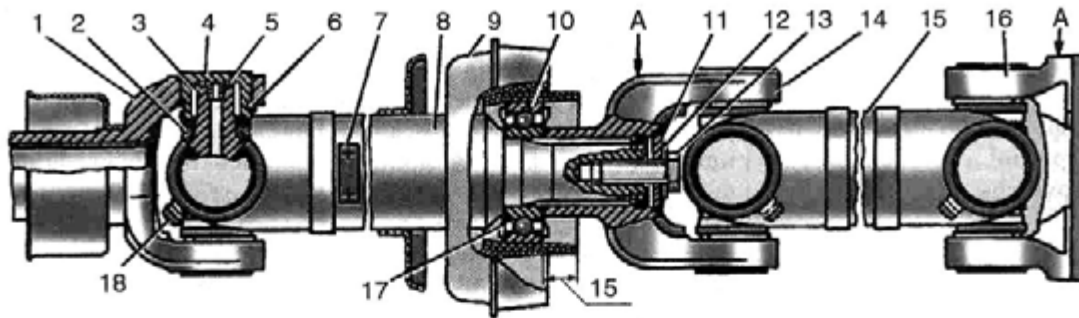

Рис. 5.25. Карданная передача с промежуточной опорой:
Карданная передача (рис. 5.25) состоит из промежуточного
чины рамы. После этого надо сдвинуть карданную передачу вперед, отсоединить ее от фланца моста. Для облегчения этой операции при необходимости можно ударить молотком через медную прокладку по фланцу заднего шарнира в месте, обозначенном буквой А (см. рис. 5.25). Затем передний скользящий конец передачи вынимают из удлинителя коробки и ставят краской метку на торце ведомого вала коробки передач. Сняв карданную передачу, следует сразу же защитить хвостовик скользящей вилки от загрязнения (например обвязать чистой тканью), а отверстие в коробке закрыть чистой пробкой.
вилку 14 ударами медного молотка или через медную прокладку в месте, обозначенном буквой А (см. рис. 5.25).
Перед разборкой шарниров поместить краской взаимное положение вилок. Снять стопорные кольца *б* (см. рис. 5.25) с подшипников крестовины, установив отвертку в торец кольца и слегка ударяя по ее ручке. Если кольцо проворачивается в канавке, подставить вторую отвертку под другой торец кольца.
У собранного шарнира не должно быть заеданий и переменного усилия проворачивания. Момент проворачивания шарниров не должен превышать 2 Нм (0,2 кгс·м). Если шарниры тугие, нужно несколько раз ударить молотком в местах, обозначенных буквой А (см. рис. 5.25).
- запрессовать подшипник в опору на глубину 15 мм (см. рис. 5.25) от ее заднего торца, прикладывая усилие к наружному кольцу подшипника;